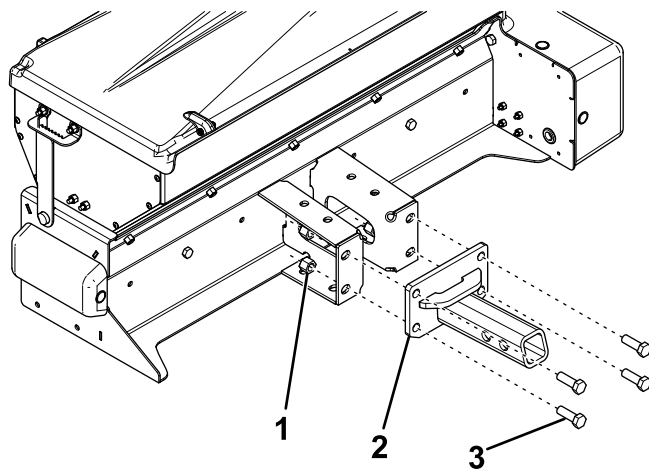

图 7
1. 用 4 个螺栓 3/8 英寸和锁紧螺母将挂接板的顶部松松地连接到撒布机上图 7。
2. 用 4 个螺栓 1/2 x 1 1/2 英寸和锁紧螺母将挂钩连接至挂接板和撒布机上图 7。